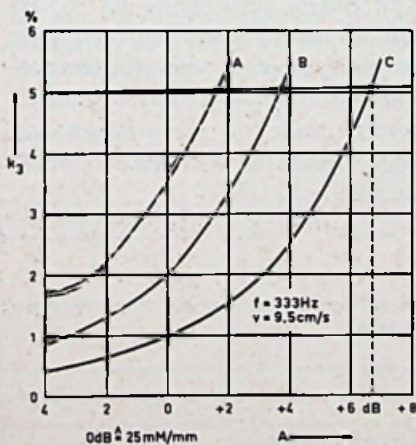
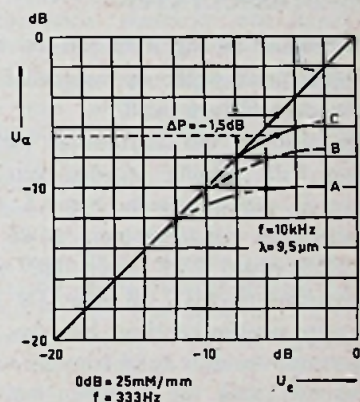
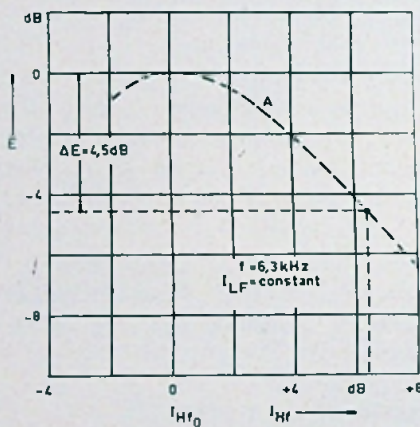

Fig. 1. Vervormingsfactor d_3 als functie van de relatieve bandflux, voor drie verschillende bandsoorten bij dezelfde voormagnetisering.
Fig. 2. De uitgangsspanning als functie van de ingangsspanning bij hoge frequenties voor de drie verschillende bandsoorten. De voormagnetisering is gelijk.
Fig. 3. Het instellen van de voormagnetiseringsstroom volgens de ΔE -methode.
In fig. 1 zijn de uitsturingsschermen van de drie bandsoorten getekend. Ze geven de derde harmonische vervorming d_3 als functie van de relatieve bandflux (0 dB \triangleq 25 mV/mm, $f = 333 \text{ Hz}$). Bij toenemende flux neemt ook de vervorming toe; wanneer $d_3 = 5\%$ spreekt men van „vol-
Fig. 2 geeft de uitsturingverhoudingen weer bij kleine golflengte ($f = 10$ kHz). Daar de voor de vervormingsmeting bepalende derde harmonische nu buiten het frequentiebereik ligt, wordt voor de proportionele afwijking het gemiddelde genomen tussen in- en uitgangsamplitude. Rekening houdende met de bij *lage* frequenties aan de maximale vervorming gestelde eisen, kan men bij *hoge* frequenties een proportionele afwijking van 1,5 dB toelaten. Dan vindt men voor de PES35LH een maximum relatieve flux van -6,5 dB, voor de ruisarme band -8,5 dB en voor de normale band -10,5 dB. Aangezien de amplitude van hogere frequenties als regel (veel) lager is dan die van lagere frequenties, is het geen bezwaar dat de uitstuurbaarheid van hogere frequenties beneden die van lagere frequenties ligt.
Uit fig. 1 en fig. 2 en uit de tabel blijkt direct welke de voordelen zijn van deze nieuwe band.
fig. 1 en 2 werd een voormagnetisatiestroom gekozen waarbij de afname van de gevoeligheid van een „schone” band (DIN Bezugsleerband) t.o.v. het gevoeligheidsmaximum (0 dB in fig. 3) $\Delta E = -4,5$ dB bedraagt bij 6,3 kHz. Het is niet nodig deze stroom zélf te meten; bij het instellen is het voldoende de stroom te vergroten (uitgaande van het gevoeligheidsmaximum) tot de uitgangsspanning bij constante ingangsspanning (6,3 kHz, 9,5 cm/s) is afgenomen tot het vereiste bedrag (-4,5 dB). Dit „werkpunt” heeft een wezenlijke invloed op het verloop van de in fig. 1 en 2 getekende krommen en dus ook op de in de tabel vermelde waarden. Bij een hogere voormagnetisering neemt de uitstuurbaarheid voor lagere frequenties toe en die voor hogere frequenties af, en omgekeerd. Met de hier aangegeven waarde ($\Delta E = -4,5$ dB) wordt bij een natuurlijke klankverhouding een zo groot mogelijke dynamiek bereikt.
De grotere uitstuurbaarheid van de nieuwe bandsoort PES35LH is een voordeel dat *onafhankelijk* is van de gebruikte magnefoon. Wanneer deze echter is ingesteld op normale band (A) dan wordt dit voordeel niet uitgebuit omdat de uitsturingmeter als regel het niveau „voor de band” meet (dus aan de opneemkop). De rond 1 dB hogere gevoeligheid bij 333 Hz van de nieuwe band heeft bij volle uitsturing slechts een fluxtoename van 1 dB (t.o.v. de normale band) tot gevolg, maar de vervormingsfactor blijft volgens fig. 1, kromme C, onder de 3 %.